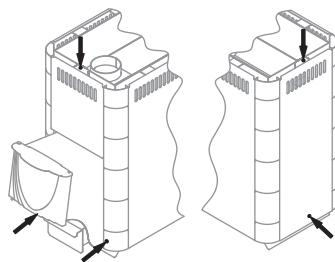

Рисунок 10. Винты для демонтажа кожуха-конвектора печи «Тунгуска»
2. Снять кожух-конвектор, открутив 5 саморезов (рисунок 10)